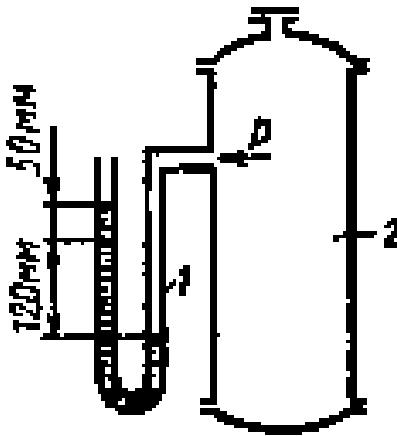

Рис. 1.1.
1. В трубке манометра 1 (рис. 1.1), соединяющейся с окружающей средой, имеется столб воды высотой 50 мм (избыточное давление). Определить давление p в ресивере 2 и выразить его в (кПа), если разность уровней ртути в манометре составляет 120 мм, а барометрическое давление $B=0,95$ атм.